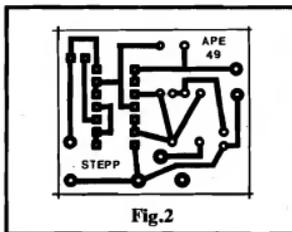

Fig.2
- FIG. 2 - LAY OUT DO CIRCUITO IMPRESSO ESPECÍFICO - Como sempre aqui em APE, procuramos condensar bem a placa, sem contudo "espremer" tanto as ilhas e pistas que possam dificultar os trabalhos de um montador/construtor menos experiente... Assim, o padrão de ilhas e pistas (em tamanho natural, na figura...) é pequeno mas não "apertado", fácil de reproduzir durante a confecção... Recomendamos algum cuidado na verificação final das regiões próximas as ilhazinhas destinadas à recepção das "pernas" do Integrado, inevitavelmente muito pequenas e próximas umas das outras (é af que "mora o perigo" de "curtos" ou contatos indevidos, tanto por lapsos na corrosão da película cobreada, quanto durante as soldagens, devido a "correntos", essas coisas...).